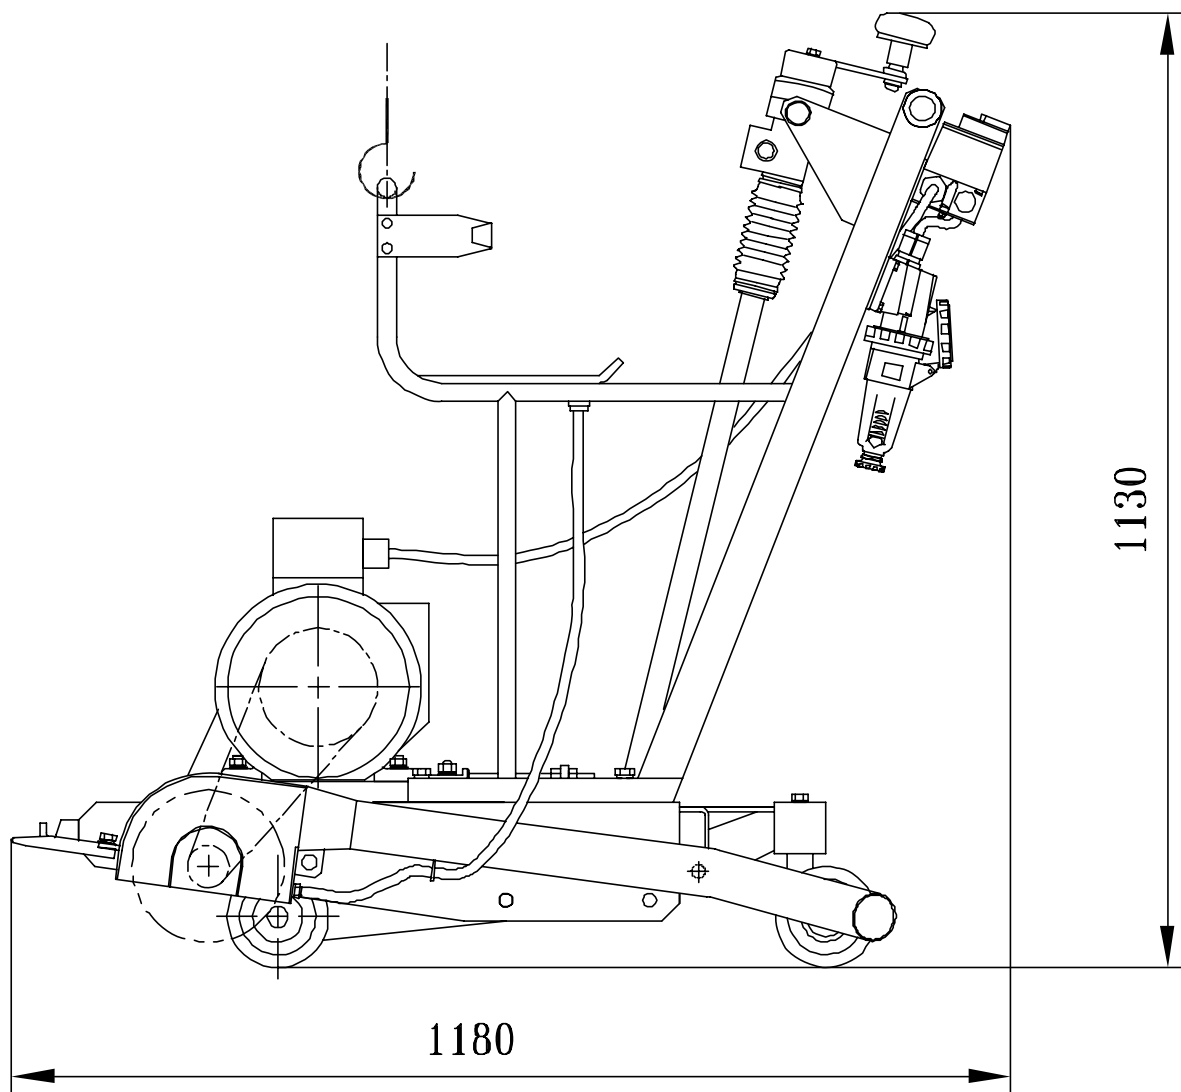

Рис. 6
- При погрузке и выгрузке строповку раздельщика трещин производить согласно схеме строповки рис. 6